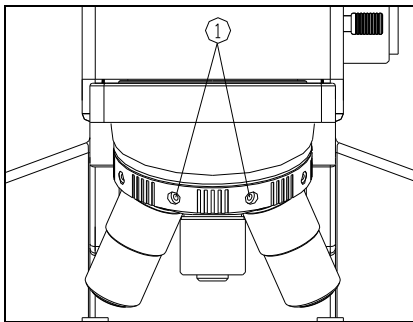

图 21
物镜的中心都可调节。调节时，将随机所附的两个 1.5mm 六角扳手，插入对应物镜转换器圆周上的内六角螺钉凹孔中（图 21 中的①），对物镜中心进行调节，使之与旋转工作台的旋转中心重合。